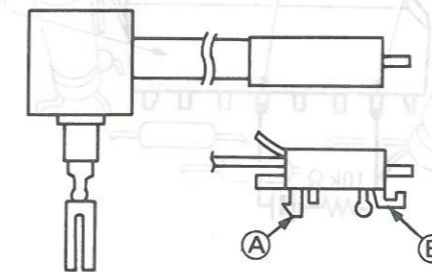

Fig. 4 Abb. 4
1. **Installation of the Remote Control Switch (Fig. 4, 5)**
1. **Einbau der Fernbedienungsschalter (Abb. 4, 5)**
1. **Pose du commutateur de télécommande (Fig. 4, 5)**